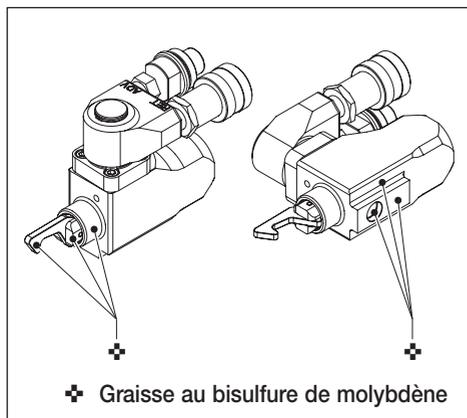

Fig. 13
5.2 Entretien préventif du raccord tournant hydraulique et de l'unité de commande (fig. 13 et 14)